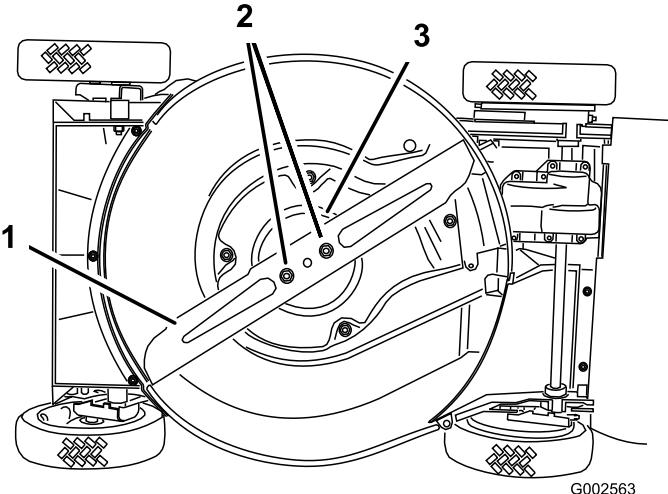

Bild 31
4. Kippen Sie den Rasenmäher auf die **rechte** Seite (Bild 31).
Fassen Sie das Ende des Messers mit einem dicken Handschuh an oder wickeln Sie einen Lappen um das Messer. Entfernen Sie die Messermuttern, die Antiskalpiercuppe und das Messer (Bild 31).
5. Entfernen Sie die zwei Messermuttern, die Antiskalpiercuppe und das Messer (Bild 31).